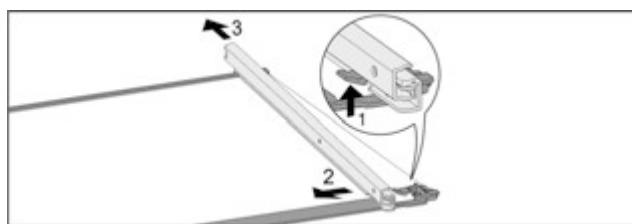

Fig. 58 Скляна пластина з рейками
- Натиснути передній гачок-фіксатор вгору. Fig. 58 (1)
- Виштовхніть виїзну рейку в сторону Fig. 58 (2) та назад Fig. 58 (3).